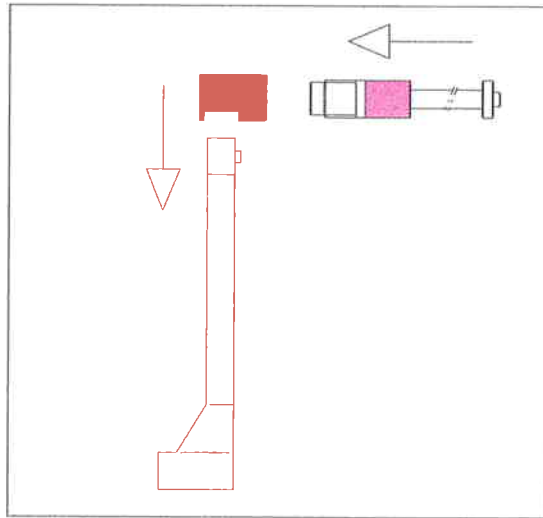

図 13-2 M/C ホイール延長棒の取り付け
2. 距離及び直径ポテンシオメーターに特別の延長棒エクステンションを取り付けて下さい。(Fig.13-2)
3. センサを取り出し、リムの内側か外側の端部に当てます。図 13-2.
2. (図 13-2)の様にセンサーに特殊延長棒を取り付けて下さい。